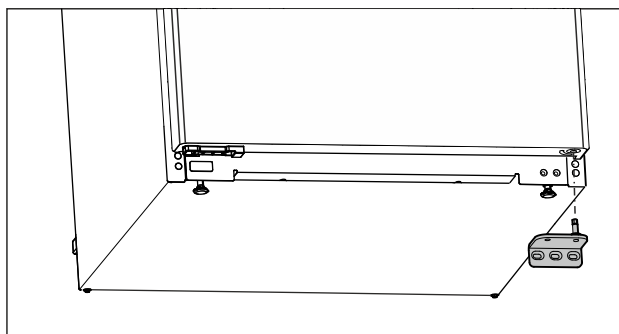

Fig. 16
- ▶ Vegye le lefelé a csapágybakot. (lásd Fig. 16)